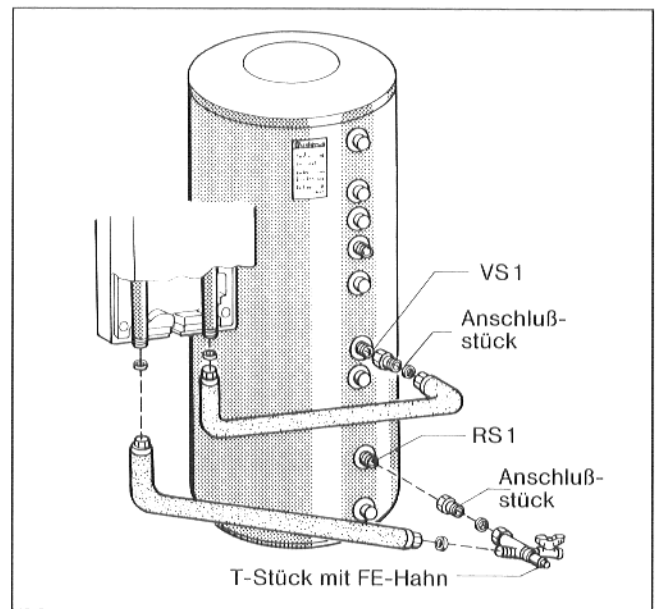

Abb. 2
- Anschlußstück an Speicherrücklauf RS1 eindichten (Abb. 2).
- Rücklaufrohr mit Überwurfmutter und Dichtung an T-Stück (RS 1) handfest anschrauben (Abb. 2).
- Anschlußstück an Speichervorlauf VS1 eindichten (Abb. 2).
- Vorlaufrohr mit Überwurfmutter und Dichtung an Anschlußstück (VS 1) handfest anschrauben (Abb. 2).
- Senkrechte Rohrenden parallel und senkrecht ausrichten und alle Überwurfmuttern anziehen (Anzugsmoment max. 60 Nm  $\cong$  Mutter handfest anschrauben und  $\frac{1}{8}$  Umdrehung mit dem Schraubenschlüssel nachziehen – Abb. 2).
- Kompletstation mit Wärmeschutzrückwand auf die Rohranschlüssen von Vor- und Rücklauf aufsetzen und mit Überwurfmuttern und Dichtungen anschrauben (Abb. 2).
- Solarflüssigkeit über Füll- und Entleerhahn (RS 1) in System einfüllen (Abb. 2).
Bei Solar-Komplettstation KS 0105 WS ist ein Füll- und Entleerhahn vorgesehen (Abb. 2).